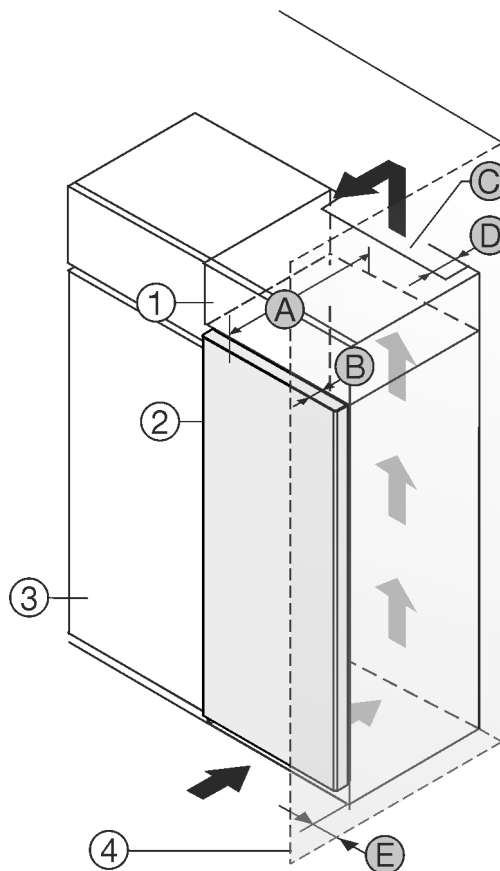

Fig. 1
Puteți amplasa aparatul direct lângă dulapul de bucătărie Fig. 1 (3).\*
În partea din spate a dulapului suspendat trebuie să existe o fantă de aerisire cu grosimea Fig. 1 (D) pe toată lățimea dulapului suspendat.\*
Sub tavanul încăperii trebuie să fie respectată secțiunea de ventilație Fig. 1 (C).\*
Atunci când montați aparatul cu balamalele lângă un perete Fig. 1 (4), distanța dintre aparat și perete trebuie să fie de minim 13 mm \*
Astfel încât să puteți deschide complet ușa, aparatul trebuie să fie proeminent cu cel puțin adâncimea ușii Fig. 1 (B) față de suprafața frontală a dulapului de bucătărie. În funcție de adâncimea dulapurilor de bucătărie Fig. 1 (3) și utilizarea distanțierelor de perete, aparatul poate ieși mai mult în afară.\*